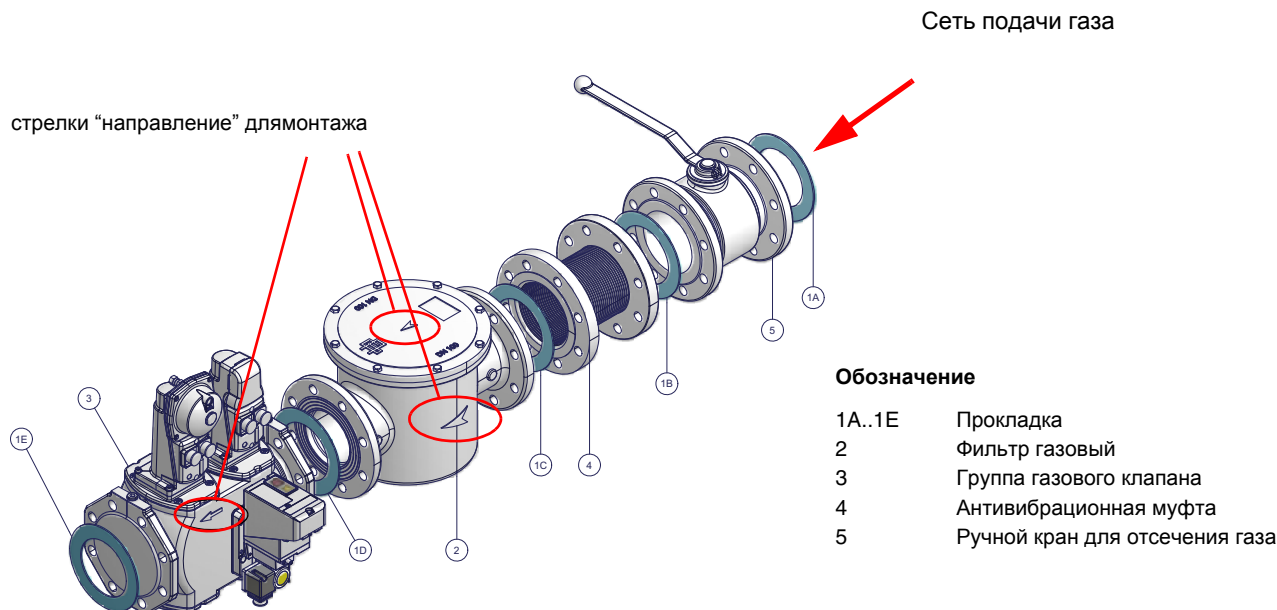

Рис. 2 - Пример газовой рампы
- 1) при фланцевых соединениях: между соседними компонентами устанавливать прокладку (1A..1E - Рис. 2), совместимую с используемым газом,
**ВНИМАНИЕ:** после монтажа газовой рампы согласно схеме на Рис. 2, необходимо провести тестирование на герметичность газового контура, согласно требований действующих нормативов.